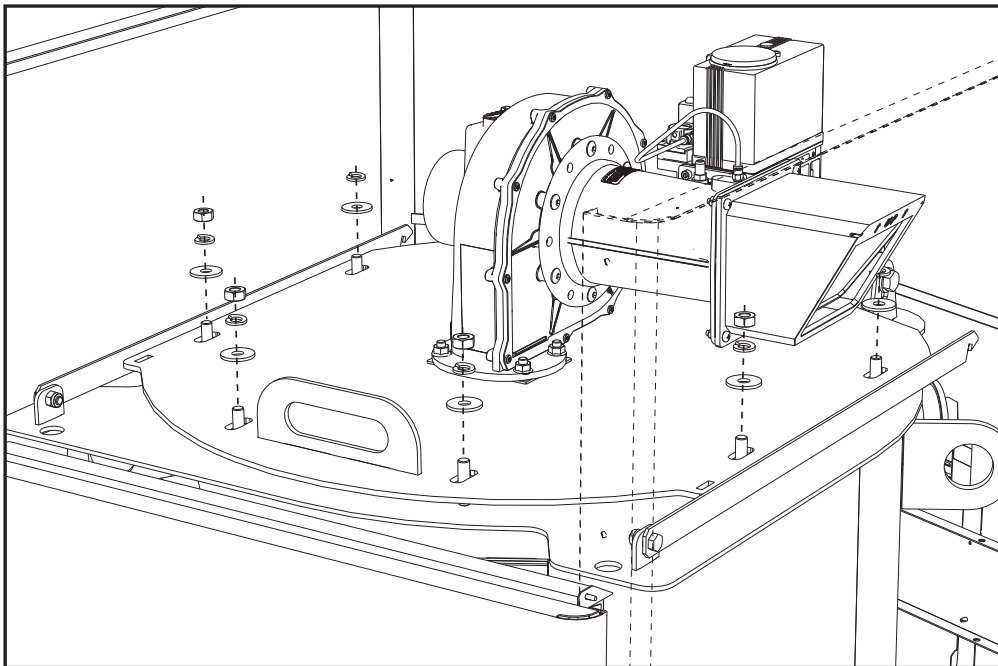

fig. 70
- Enlever les écrous et les rondelles (fig. 70).